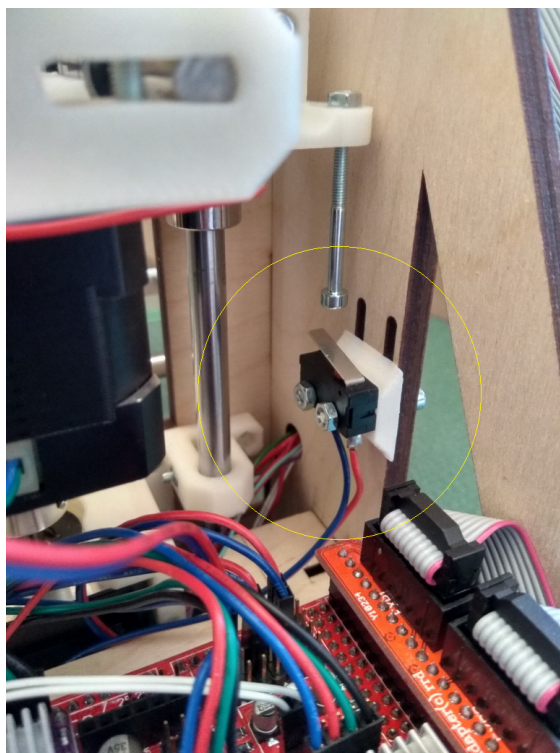

Рисунок 8.5.1 Установка концевой выключателя оси Z
8.5. Установите концевой выключатель оси Z (SM3-01N-50) и закрепите при помощи винта М3х12 и гайки М3, как показано на рис. 8.5.1